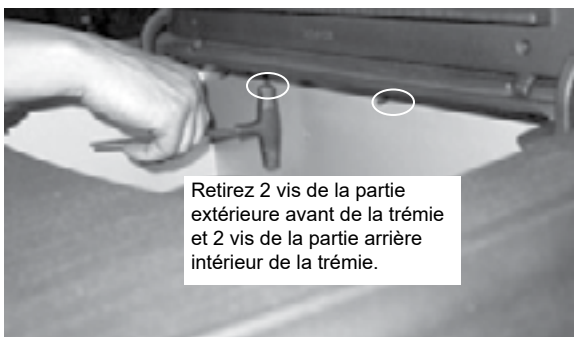

Figure 26.1
4. Retirez le couvercle de la fonte de l'appareil. Deux attaches sont situés à l'extérieur de la trémie de chaque côté. Les deux autres sont situés le long de l'arrière de la trémie (**Figure 26.1**). Retirez l'écran arrière de l'appareil (assurez-vous que le conduit d'évacuation est déconnecté) en retirant les sept vis. Levez légèrement vers le haut pour ne pas endommager l'interrupteur de la trémie et mettez de côté.